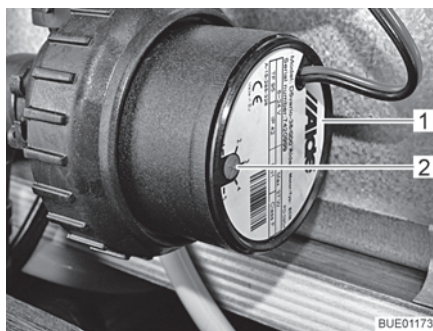

Fig. 138 Reducción de la velocidad
La velocidad de la bomba de circulación se puede ajustar con el regulador giratorio (Fig. 138,2). Con una velocidad reducida disminuyen los ruidos de rodadura de la bomba.
El regulador giratorio se encuentra en la bomba de circulación (Fig. 138,1).
- Girar el regulador giratorio (Fig. 138,2) en sentido contrario a las agujas del reloj. Se reduce la potencia.